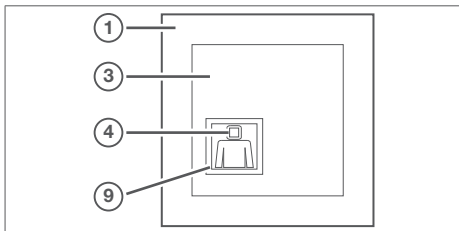

Bild 11: Ruftaster Abdeckung mit Rahmen
- In einer Notfallsituation an der Schnur des Zugtasters (Bild 3, 5) ziehen oder die rote Taste des optionalen Ruftasters (Bild 11, 9) betätigen.